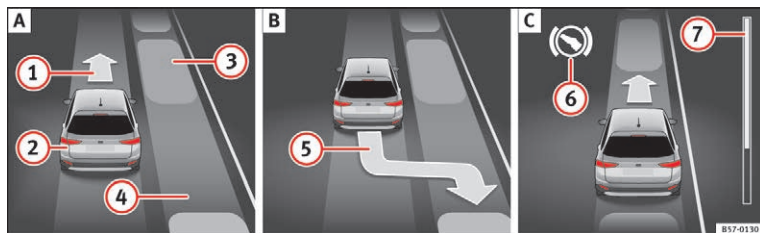
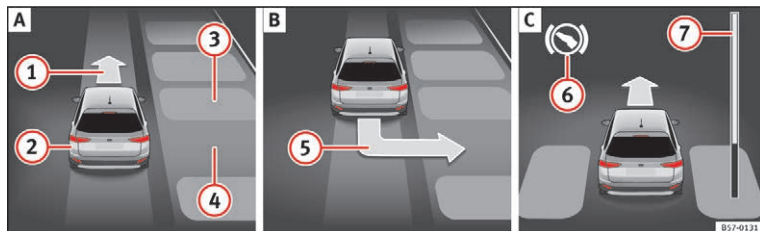

Fig. 203 I kombiinstrumentets display: Parallelparkering. **A** Søgning efter en parkeringsbås. **B** Position til parkering. **C** Manøvrering
Fig. 204 I kombiinstrumentets display: Parkering på tværs i forhold til kørebanen. **A** Søgning efter en parkeringsbås. **B** Position til parkering. **C** Manøvrering
Forklaring til **Fig. 203** og **Fig. 204**:
Bjælken, der viser forløbet » **Fig. 203** 7 eller » **Fig. 204** 7 i kombiinstrumentets display, viser med et symbol den afstand, du endnu mangler at køre. Jo større afstanden er, desto mere er bjælken fyldt ud. Når du kører fremad, aftager bjælkens fyldning opad, og når du kører baglæns, aftager bjælkens fyldning nedad.
2.	Vær i visningen i kombiinstrumentets display opmærksom på, om parkeringsbåsen er blevet registreret som egnet, og om bilen har den rigtige position til at parkere » Fig. 203 B og » Fig. 204 B . Hvis opfordringen til parkering 5 bliver vist i kombiinstrumentets display, er parkeringsbåsen blevet registreret som egnet.
6.	Kør baglæns, indtil du hører det konstante signal fra ParkPilot. ELLER: Kør baglæns, indtil opfordringen til kørsel fremad » Fig. 203 A 1 og » Fig. 204 A 1 vises i kombiinstrumentets display. ELLER: Kør baglæns, indtil meddelelsen Park Assist beendat (Park Assist deaktivert) bliver vist i kombiinstrumentets display. Bjælken, der viser forløbet 7 viser den afstand, du endnu skal køre » Side 238.
9.	Kør fremad, indtil du hører det konstante signal fra ParkPilot. ELLER: Kør fremad, indtil opfordringen til kørsel baglæns vises i kombiinstrumentets display. Parkeringsassistenten styrer bilen frem og tilbage, indtil bilen holder lige i parkeringsbåsen » Fig. 203 C og » Fig. 204 C . Vent på, at parkeringsassistenten har afsluttet rattets drejebbevægelser, så bilen bliver parkeret optimalt.